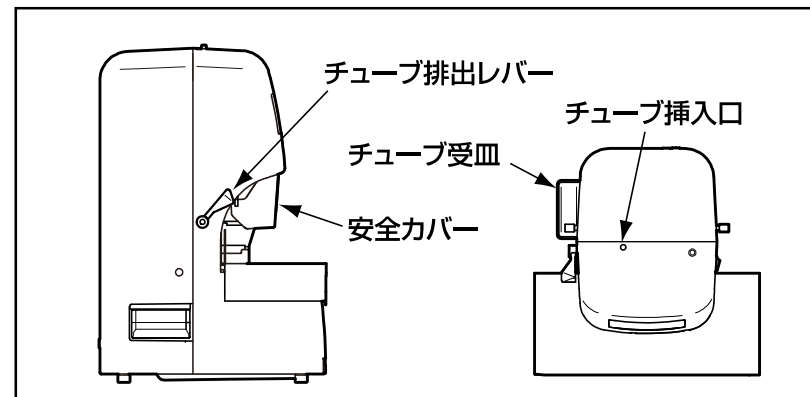

図17
1. 機械左側面にあるチューブ排出レバーを、矢印シールに従って操作して、チューブを排出してください。 図17 参照
2. 排出されたチューブは、機械左側面のチューブ受皿に落ちます。このとき、チューブ排出ランプ②が消灯して、チューブ挿入ランプ③が点灯します。
3. 新しいチューブを、チューブ挿入口より軽く押し込んでください。チューブの挿入が完了すると、チューブ挿入ランプ③は消灯します。